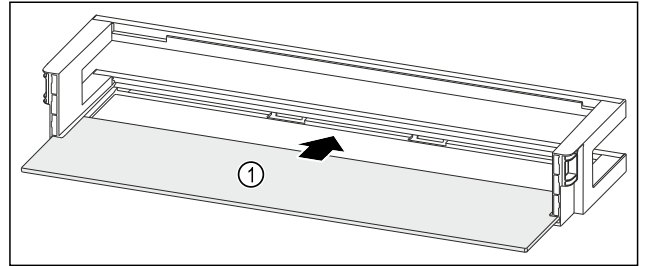

Fig. 94 Türabsteller mit Abstellfläche
- Abstellfläche Fig. 94 (1) in die seitlichen Aussparungen einschieben.